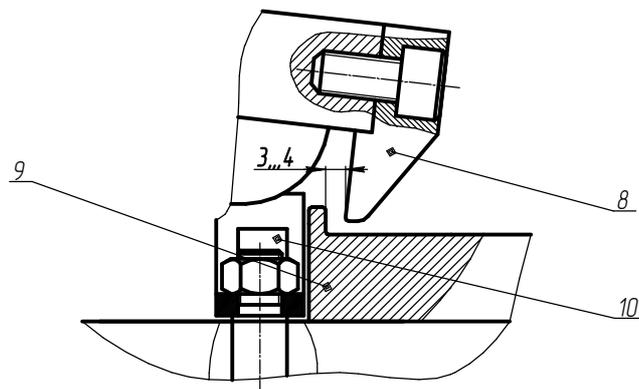

Рис. 1
3.1 Общий вид и устройство приспособления показаны на рис. 1.
4.4 Отрегулировать положение кулачка конечного выключателя таким образом, чтобы при возврате каретки приспособления в исходное положение зазор между бойком поз. 8 и выступом наковальни поз. 9 был равен 3...4 мм (рис. 1).